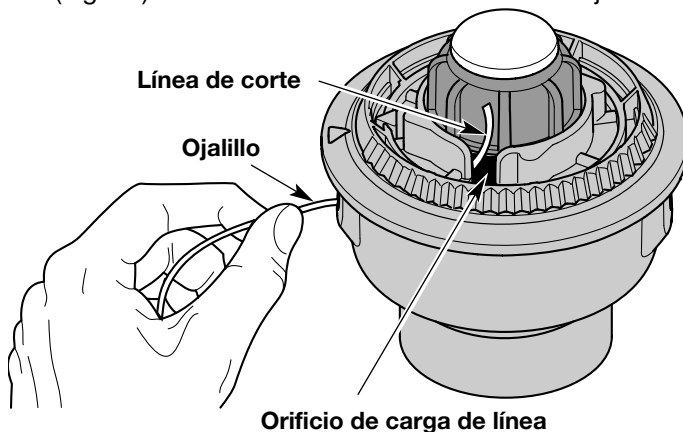

Fig. 15
3. Saque la línea vieja por los orificios de carga y de cierre de línea (Fig. 15 y 16).
4. Inserte una pieza de línea de corte dentro de uno de los ojillos de la bobina exterior. Páselo hacia arriba a través del orificio de carga del carrete interior (Fig. 15). No doble la línea al insertarla en el ojillo.